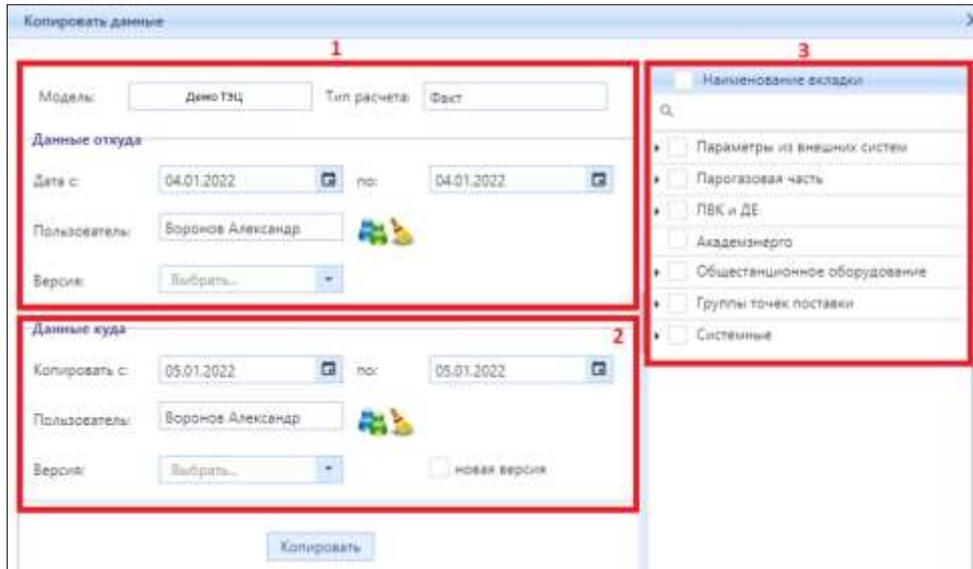

Рисунок 3.4.4 – Окно копирования данных
данные (1) и указания даты и пользователя куда будут копироваться данные (2), в правом окне (3) можно выбрать вкладки, которые будут копироваться (рис. 3.4.4);